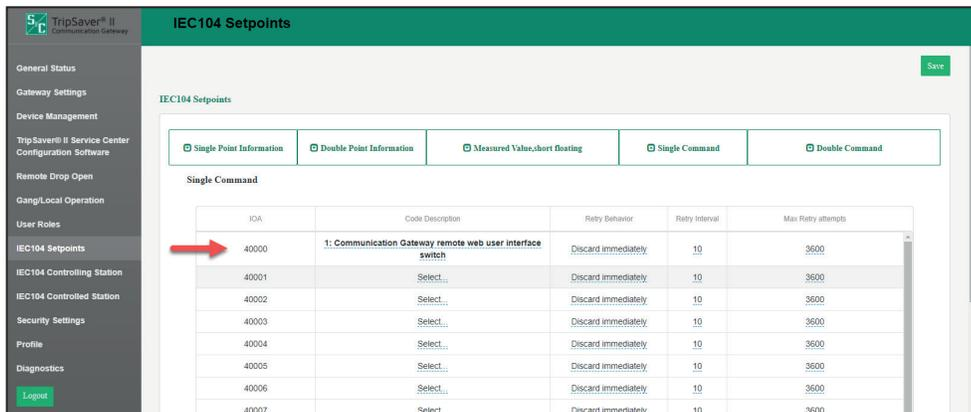

Figura 66. El punto de mando de acceso remoto a la Web.
PASO 3. Vea la Figura 66. En la pantalla de *Puntos de Ajuste IEC104*, debe configurarse un punto de **Mando Único** o **Mando Doble** con una descripción de código:
PASO 6. Desde la estación de control IEC 104, envíe un comando simple o un comando doble a la dirección del objeto de información (IOA) configurada en el Paso 3. Vea la Figura 66 en la página 67.